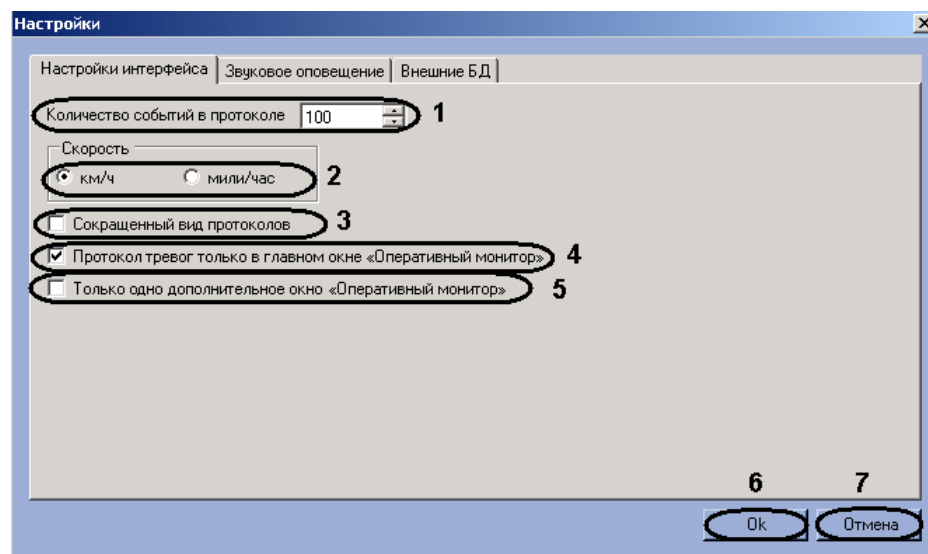

Рис. 7.9—8. Настройки интерфейса окна «Модуль обнаружения ТС»
3. В поле «Количество событий в протоколе» (см. Рис. 7.9—8, 1) ввести максимальное количество событий, которое может быть отображено в каждом из протоколов компонента «Оперативный монитор». Обновление протокола, содержащего максимальное количество событий, производится по кольцу: при добавлении нового события наиболее раннее удаляется.